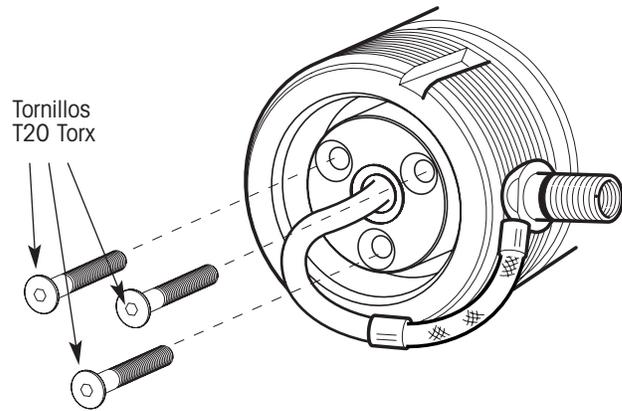

Figura 40. Desensamblaje de la junta rotativa
2. Remueva los tres tornillos que sujetan la junta rotativa al tapón de la espiga (figura 40).